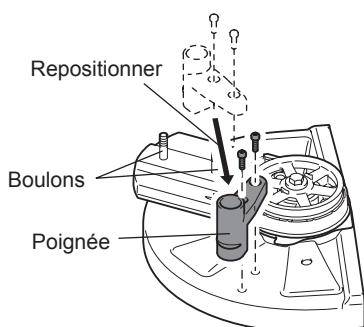

Fig. 5
- Remplacez la poignée. (Fig. 5)